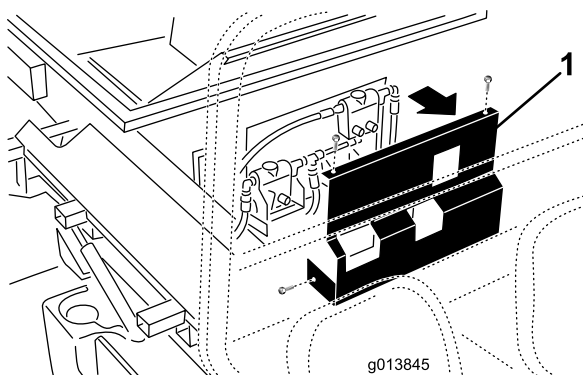

Figura 13
38. Nel modello 44701, versione SH, togliete i dispositivi di fermo che fissano il coperchio alla parte anteriore del ProPass e mettete il coperchio da parte (Figura 13).